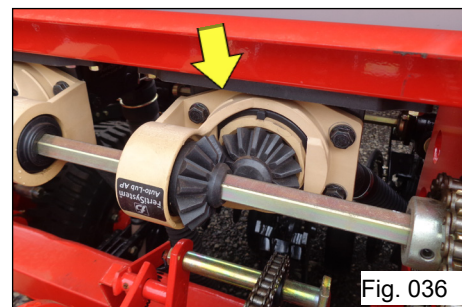

Fig. 036
**Observe o lado de montagem do pinhão (Fig. 036) do distribuidor de fertilizantes, existe um que é montado invertido em relação aos outros (específico para rosca esquerda).**